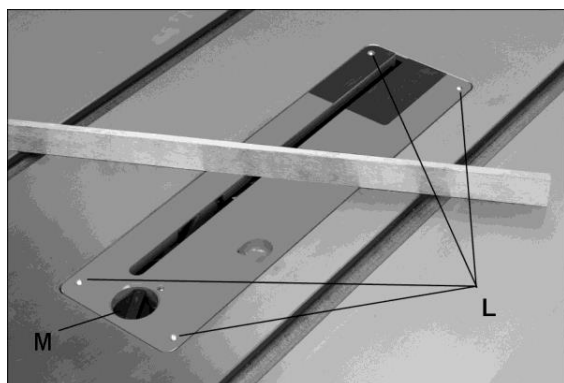

Рис. 5-14
3. Снимите вставку стола. Для этого поверните запорную ручку (М, Рис. 5-14) и приподнимите вставку, используя боковое отверстие.
См. Рис. 5-14.